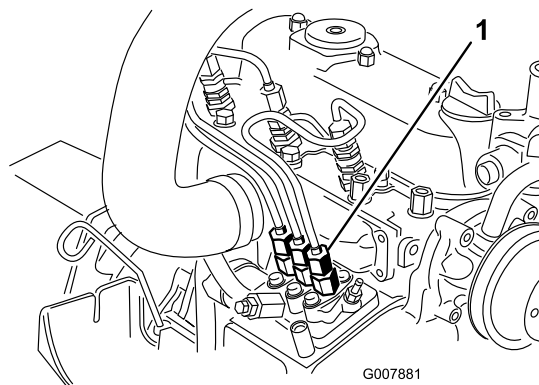

図 42
1. 燃料噴射ポンプから No.1インジェクタノズル 図 42 へのパイプ接続部の下にウェスを当て、パイプの接続をゆるめる。